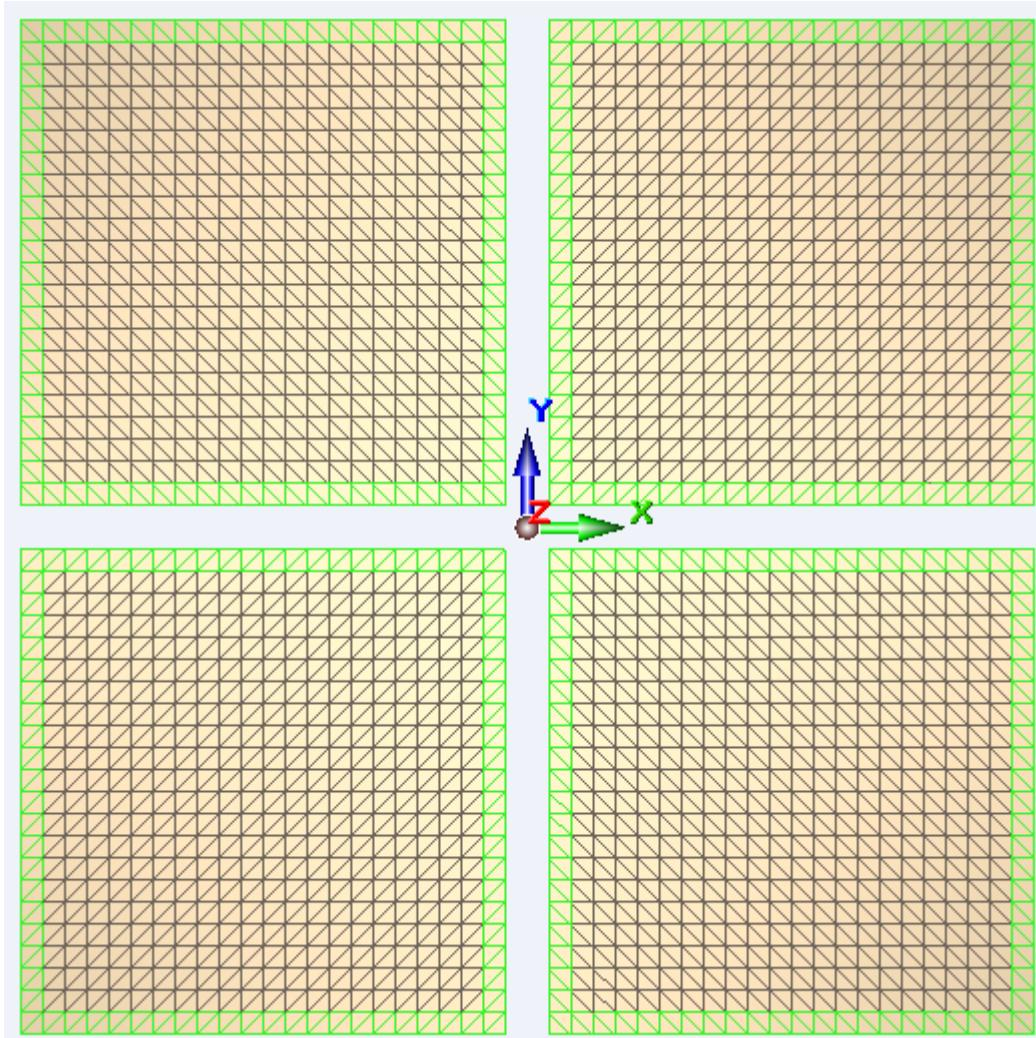

Рис.5.6. Выделение пластин на расстоянии от 0,5 м до 1 м от контурных элементов (визуализируется зеленым цветом)
- Способом выделения «рамка» с зажатой кнопкой Shift выделяем полосу крайних пластин оболочки шириной 0,5 м (рис.5.6)